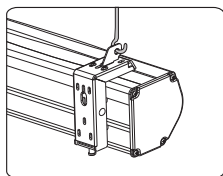

图18
4.将银幕挂在螺旋挂钩后，然后再检查挂钩的安全性，必要时采取合理的方式确保银幕在任何情况下都不会从挂钩上意外滑落。(如图18)